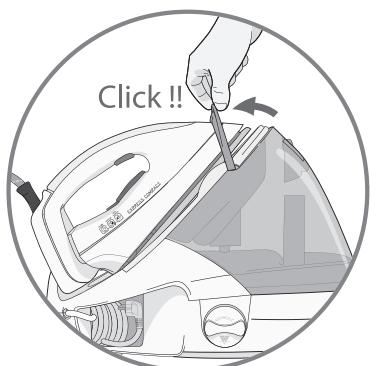

fig. 1
- Spærring - **fig.1**
- Stil strygejernet på dampgeneratorens sokkel og slå bøjlen ned om strygejernet, indtil spærringen indkobles (man hører et « klik») - **fig.1**